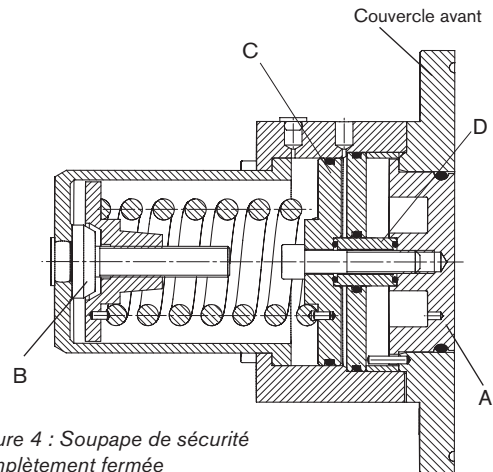

Figure 4 : Soupape de sécurité complètement fermée
Les figures 4 et 5 illustrent la soupape de sécurité à ressort taré avec levée de soupape pour NEP - à pression d'air. La tête de la soupape (A) est soumise à la pression du liquide dans le corps de pompe d'un côté et à la force du ressort de l'autre côté. Le ressort agit sur la tête de la soupape (A) par l'intermédiaire du piston (C) et du manchon d'écartement (D).
La figure 4 montre la soupape de sécurité complètement fermée. La tête de la soupape (A) est alignée avec la face avant du couvercle. La chambre d'ouverture pour NEP/SEP n'est pas sous pression d'air.